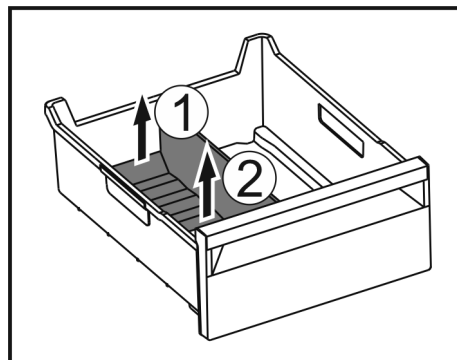

Fig. 169
- Podnieść tylną część separatora do szuflady na lód. Fig. 169 (1)
- Separator do szuflady na lód podnieść do góry. Fig. 169 (2)